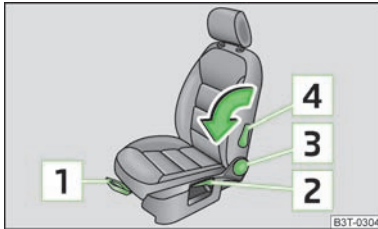

Abb. 54
- › Den Hebel **1** » Abb. 54 nach oben ziehen und dabei den Sitz in die gewünschte Position schieben.